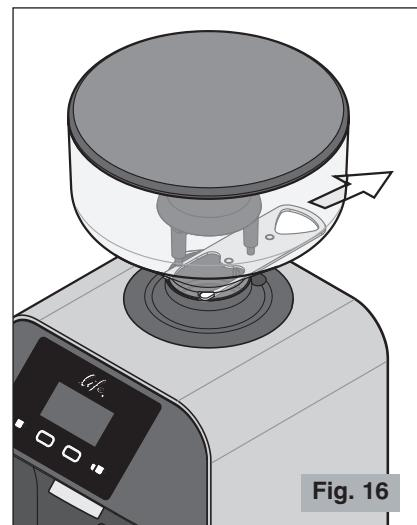

Fig. 16
**!** Controlar que el obturador de la tolva esté completamente abierto hasta el final de la carrera (último clic) (véase Fig. 16).